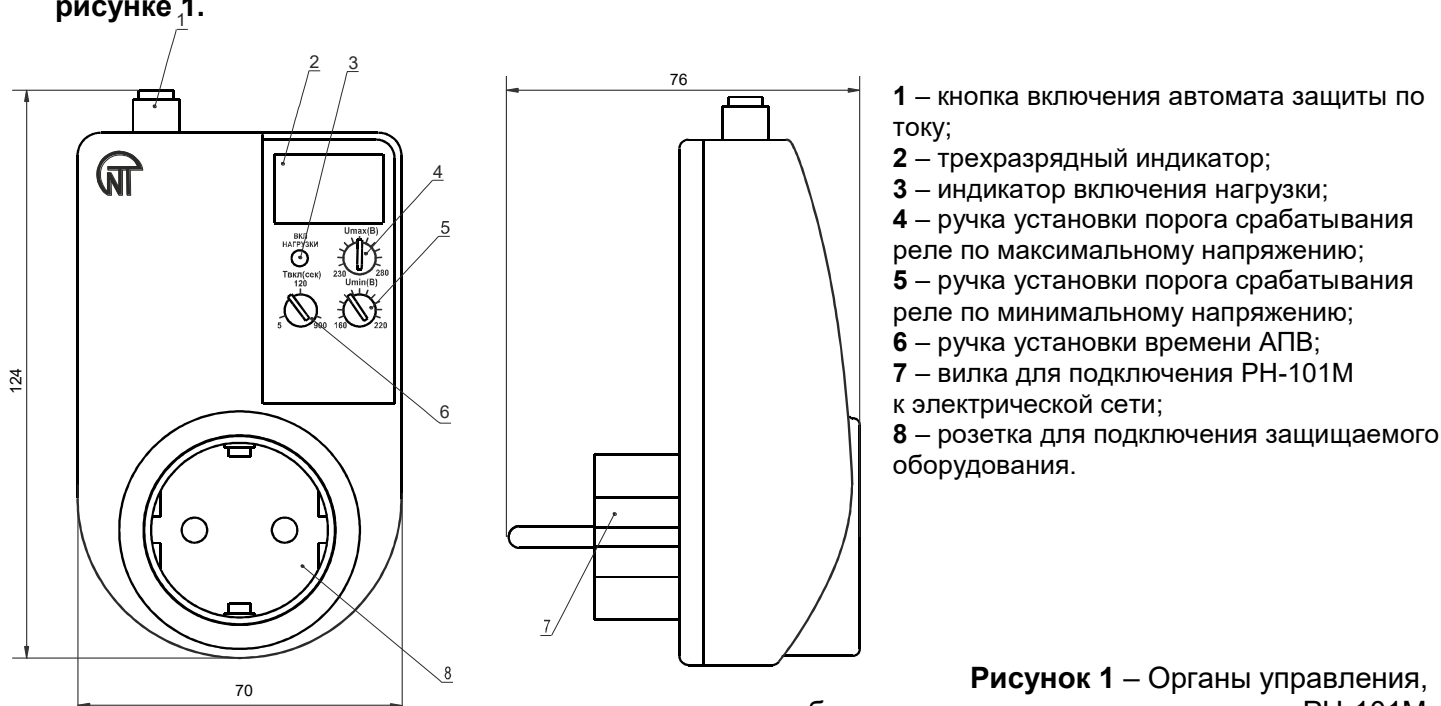

Рисунок 1 – Органы управления, габаритные и установочные размеры РН-101М
Габаритные размеры,	рис.1
Вилка РН-101М (поз.7 рис.1) включается в сетевую розетку 220/230 В 50 Гц. Розетка должна быть рассчитана на ток не менее 16 А. Конструкция розетки должна обеспечивать надежный контакт с изделием.
3.1.4 Включить РН-101М в сетевую розетку. На трехразрядном индикаторе (поз. 2 рис.1) кратковременно появится надпись “**StA**”, а затем изделие перейдет в состояние **Индикация времени АПВ** (состояние **Индикация времени АПВ** описано в п. 3.2.1.3).
3.1.5 При необходимости, установить уточненные значения порогов срабатывания реле по минимальному и максимальному напряжениям, а также время АПВ. При вращении ручек на трехразрядный индикатор (поз. 2 рис.1) выводится значение соответствующего параметра одновременно с миганием точек.
3.1.6 Если РН-101М находится в состоянии **Авария по току** (п.3.2.1.4), нажать кнопку включения автомата токовой защиты (поз. 1 рис.1).
3.1.7 Подключить защищаемое оборудование к розетке изделия (поз.8 рис.1).
3.2.1.1 Изделие находится в состоянии **Нормальная работа**, если напряжение сети находится в заданных пользователем пределах, включен автомат токовой защиты и истекло время АПВ. В этом состоянии защищаемое оборудование подключено к сети, горит индикатор включения нагрузки (поз. 3 рис.1), а на трехразрядном индикаторе (поз. 2 рис.1) отображается значение контролируемого напряжения.
3.2.1.4 Состояние **Авария по току** При срабатывании автомата защиты по току, защищаемое оборудование отключается от сети, на трехразрядный индикатор выводится значение контролируемого напряжения и мигает индикатор включения нагрузки (поз. 3 рис.1). В этом случае, для подключения нагрузки, необходимо через 1-2 минуты нажать кнопку включения автомата защиты (поз.1 рис.1). Если произойдет повторное срабатывание автомата защиты по току, следует проверить мощность, потребляемую защищаемым оборудованием (оборудование должно быть исправно и его суммарная мощность не должна превышать 3,5 кВт).